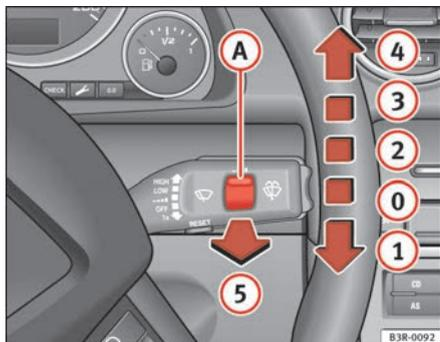

Fig. 100 Alavanca do limpa-vidros
A alavanca do limpa pára-brisas ⇒ fig. 100 tem as seguintes posições:
Com as luzes ligadas, accione o varrimento automático do limpa / lava pára-brisas ⇒ página 129, fig. 100 ⑤ puxando a alavanca durante mais de 1 segundo.